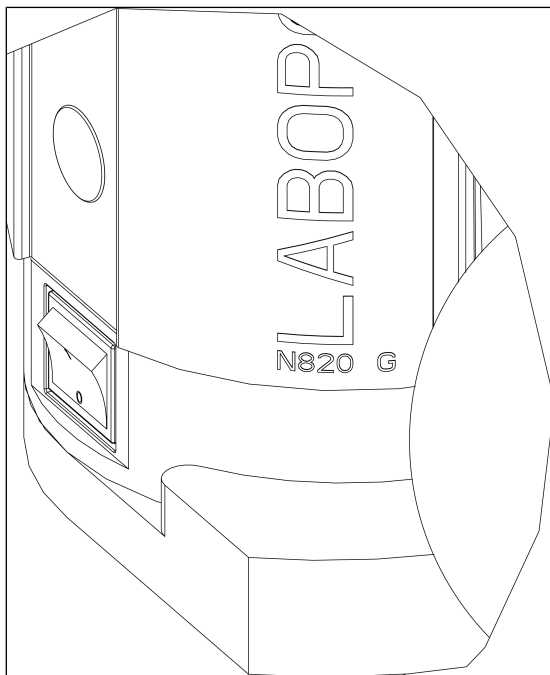

Fig. 7: Mise sous / hors tension du système de vide à l'aide de l'interrupteur d'alimentation
- Mettez le système de vide sous tension à l'aide de l'interrupteur d'alimentation (voir Fig. 7).